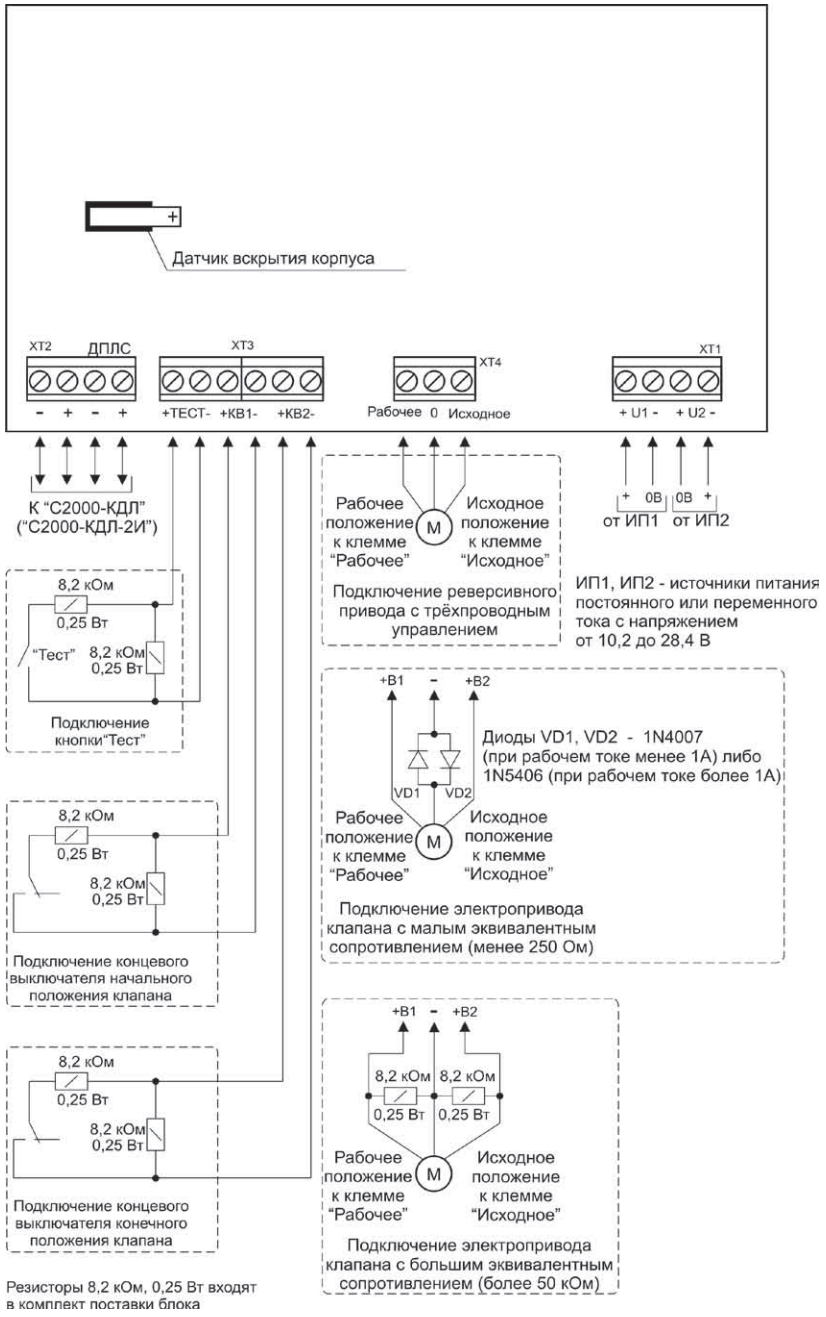

Рисунок 11. Схема внешних соединений блока «С2000-СП4/24»
- 2.2. Подключение соединительных линий производите в соответствии с проектной документацией и схемой на рис. 11.
1. Подключите воздушный клапан с электрическим приводом в соответствии с рис. 11, учитывая эквивалентное сопротивление клапана: